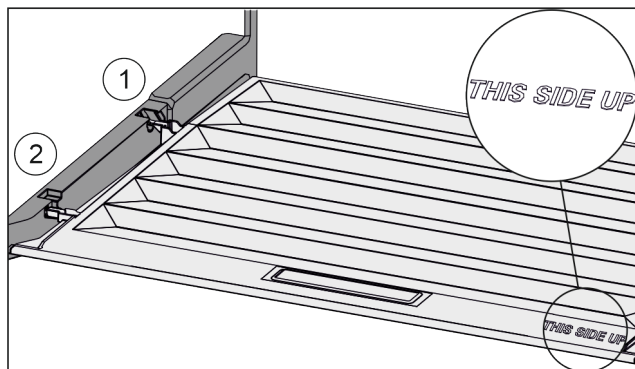

Fig. 104
- ▶ Ramiona pokrywy wprowadzić ponad otworem tylnego uchwyty Fig. 104 (1) i zaseczyć z przodu w uchwycie Fig. 104 (2).